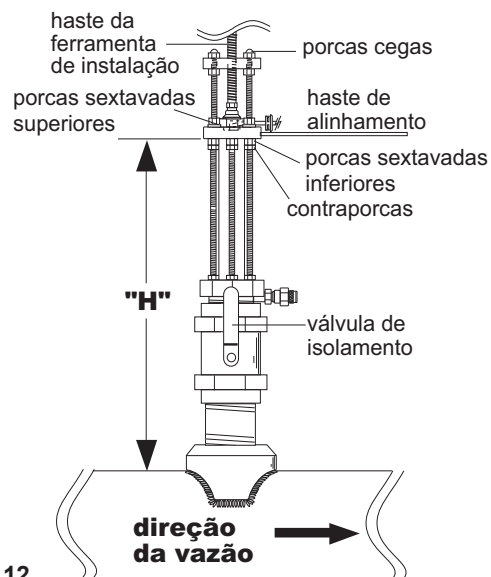

Fig. 12
- I.** Usando uma máscara de proteção, abra a válvula de isolamento devagar até estar **plenamente aberta**. Afrouxe as porcas sextavadas e contraporcas inferiores e desloque-as até a dimensão "H" correta. Gire o eixo da ferramenta de instalação no **sentido horário** até que o flange do sensor encoste nas porcas sextavadas e contraporcas inferiores. Atarraxe as porcas sextavadas superiores até que encostem no flange do sensor. Aperte as porcas sextavadas superiores para fixar o sensor (fig. 12).